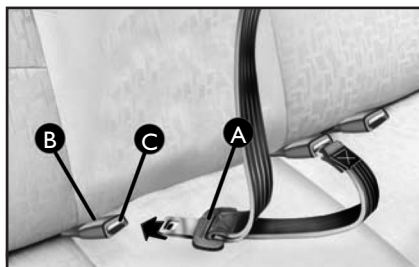

рис. 17
- вставьте пряжку **А** (рис. 17) в соответствующее гнездо **В** (рис. 17).
- нажмите кнопку **С** (рис. 17).